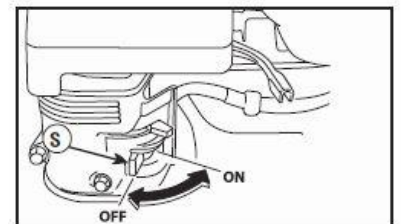

Fig. 12
6. Sitúe la palanca de la válvula de combustible (S) en la posición "Encendido" ("On"). (See Fig. 12)
4. Sitúe la palanca de la válvula de combustible (S) en la posición "Off" ("Lejos"). (See Fig. 12)